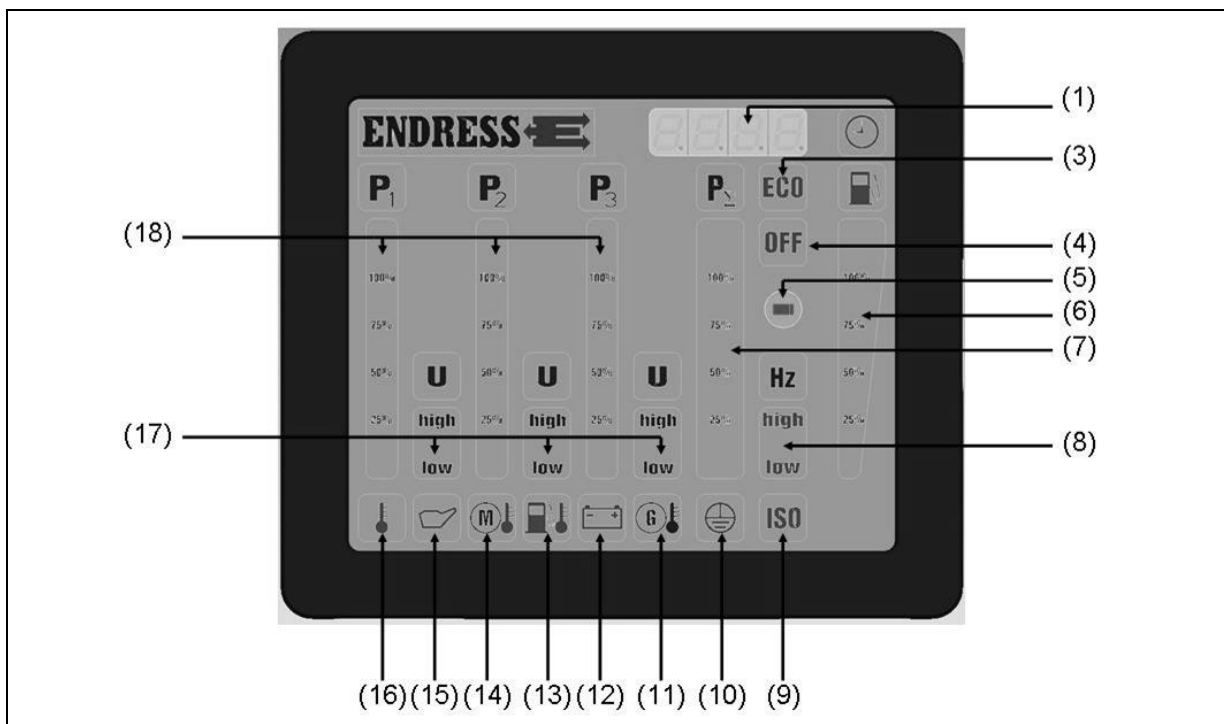

Fig. 4-6: Display multifunzione
Non appena l'interruttore START-STOP viene messo in posizione "Funzionamento" tutti i LED per il controllo lampeggiano per ca. 2 secondi. In questo modo viene visualizzato per circa 30 secondi la normale illuminazione di esercizio. Se in questo momento il motore non è ancora avviato, allora E-MCS 4.0 va in modalità Sleep e la visualizzazione scompare. Per rimettere nuovamente in condizioni di esercizio l'E-MCS 4.0 bisogna prima mettere l'interruttore START-STOP nuovamente in posizione "STOP". L'intensità di visualizzazione dipende dal grado di luminosità ambientale (sensore vedi Fig. 4-6-(5)).
Ore di esercizio: Il display (vedi Fig. 4-6-(1)) è attivo con il dispositivo in funzione oppure per 30 secondi se l'interruttore START-STOP si trova in pos. "Funzionamento".
Temperatura ambientale: Se il display (vedi Fig. 4-6-(16)) si illumina in rosso con il dispositivo in funzione, vuol dire che la temperatura è troppo alta e bisogna spegnere il dispositivo.
Pressione dell'olio: Se il display (vedi Fig. 4-6-(15)) si illumina durante il funzionamento del dispositivo, allora la pressione dell'olio è troppo bassa e il dispositivo si spegne automaticamente, oppure
- Temperatura del motore:** Se il display (vedi Fig. 4-6-(14)) si illumina in rosso con il dispositivo in funzione, vuol dire che la temperatura troppo alta e bisogna spegnere il dispositivo.
- Temperatura del carburante:** Se il display (vedere Fig. 4-6-(13)) si illumina in rosso con il dispositivo in funzione, vuol dire che la temperatura del carburante troppo alta e bisogna spegnere il dispositivo.
- Controllo carica batteria:** Se il display (vedi Fig. 4-6-(12)) si illumina in rosso allora è venuta a mancare la funzione di carica della dinamo.
- Monitoraggio di isolamento:** Se il display (vedi Fig. 4-6-(9)) si illumina in rosso oppure viene emesso un segnale acustico, allora è presente un errore di isolamento. (vedi capitolo 5 monitoraggio di isolamento).
- Controllo del cavo di terra:** Se il display (vedi Fig. 4-6-(10)) si illumina in verde durante il controllo del cavo di terra (vedi cap. 4.7 verifica del cavo di terra), allora i conduttori di protezione dei dispositivi collegati sono a posto. Se la funzione del cavo di terra non è garantita il display rimane spento.
- Livello del serbatoio del carburante:** Il display fornisce (vedi Fig. 4-6-(6)) un valore orientativo relativo al contenuto del serbatoio del carburante.
Frequenza: Se il display (*vedi Fig. 4-6-(8)*) si illumina in verde, allora la frequenza si trova nell'intervallo corretto (47,5-52,5 Hz).
Fasi L1-L2-L3: Per le singole fasi da L1 a L3 (*vedi Fig. 4-6-(18)*) vengono visualizzati i singoli elementi:
Tensione (U) (*vedi Fig. 4-6-(17)*):
Carico (P) (*vedi Fig. 4-6-(18)*):
Carico (P_{Σ}) (*vedi Fig. 4-6-(7)*)
Se il simbolo "OFF" (vedi Fig. 4-6-(4)) e viene emesso un segnale acustico, allora ciò significa che è stato premuto l'interruttore di ARRESTO DI EMERGENZA. Il segnalatore acustico può essere confermato con il tasto di conferma.